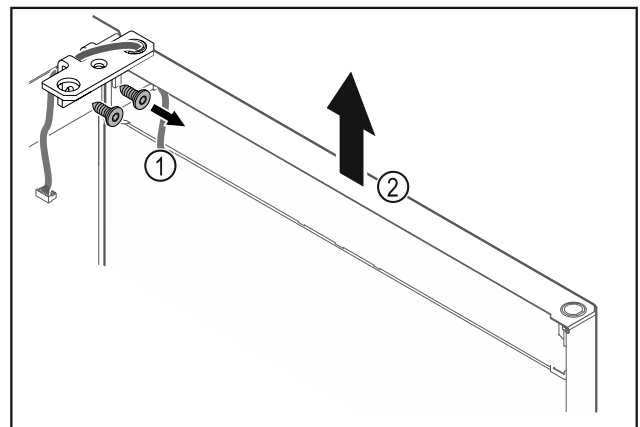

Fig. 23
- ▶ Відкрутити шарнірний кутик Fig. 23 (1).
- ▶ Дверцята з шарнірним кутиком Fig. 23 (2) приблизно на 200 мм прямо підняти вгору і зняти.